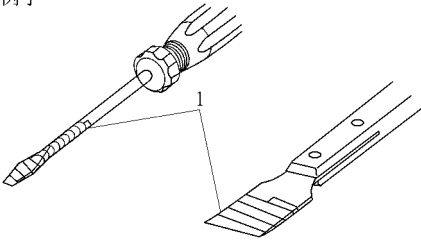

图 17-19 将螺钉旋具和刮刀头部包上胶带
- (1) 在进行拆卸和安装作业时，应对车身有关部分贴上保护胶带。
- (2) 使用的螺钉旋具和刮刀等在撬开车身零件时，应将其头部和刀口包上胶带，以防损坏油漆层，如图 17-19 所示。
- (3) 如果车身的密封层、油漆层或底漆剥落，裂纹等损坏时，应使用相应的防锈剂予以